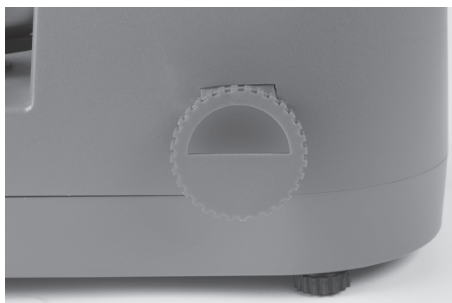

Fig. 7—Le bec de vidage sur le côté droit du distributeur
Étape 1. Placez un récipient sous le bec de vidange (Fig. 7) sur le côté droit de votre appareil.